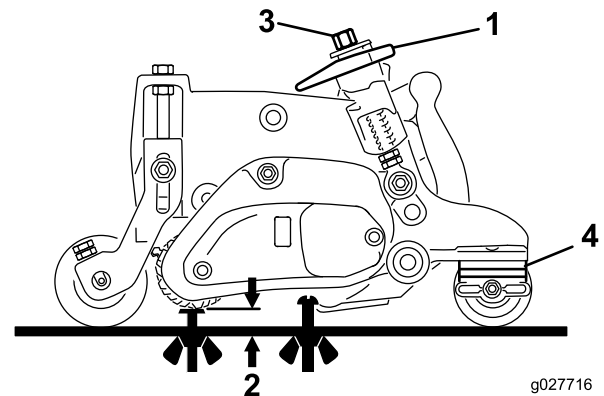

Figura 25
3. Gire las palancas de elevación rápida (Figura 25) a la posición de Engranado (palanca orientada hacia la parte delantera de la unidad de corte). **Utilice la tabla de Alturas de corte (HOC) y Alturas de acondicionado (HOG) recomendadas para ajustar la barra de ajuste.**
4. En un extremo del molinete del acondicionador, mida la distancia entre la punta más baja de la cuchilla del acondicionador hasta la superficie de trabajo (Figura 25).
Nota: Gire el pomo de ajuste de altura (Figura 25) para elevar o bajar la punta de la cuchilla del acondicionador a la altura deseada.